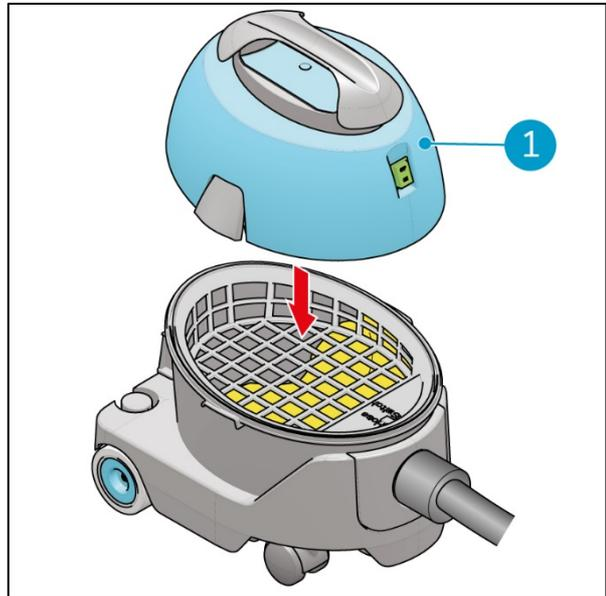

Figure 20
2. Remettez le capot en place (Figure 20, pos. 1) sur le bac.